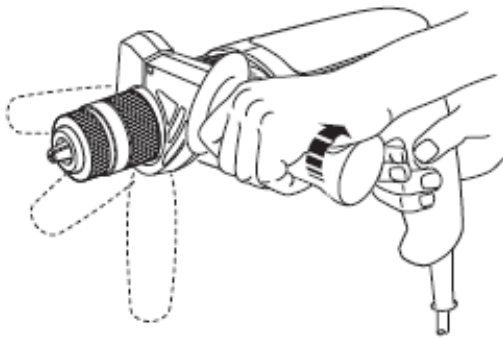

FIGURA 3
1. Gire la empuñadura en sentido antihorario hasta que el mango de apoyo (figura 3) pueda deslizarse sobre la parte frontal de la herramienta, como aparece ilustrado en la figura 3. Ajustela en la posición deseada.